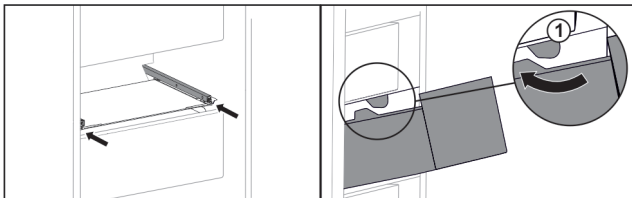

Fig. 100
- ▶ Vie vetolaatikko rajoittimen Fig. 100 (1) ohi.